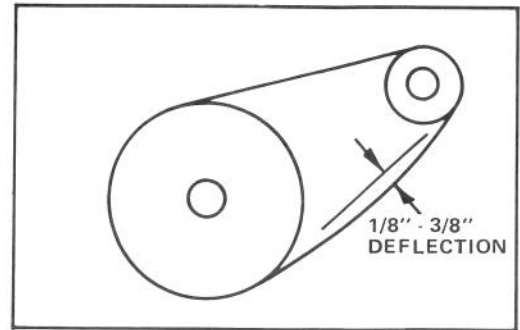

Abbildung 29
3. Den Elektrodenabstand der neuen Zündkerze auf 0,76 mm einstellen (Abb. 29). Dann die neue Kerze in den Zylinderkopf einschrauben und auf 20,4 Nm anziehen. Wird kein Drehmomentschlüssel verwendet, die Kerze fest anziehen.